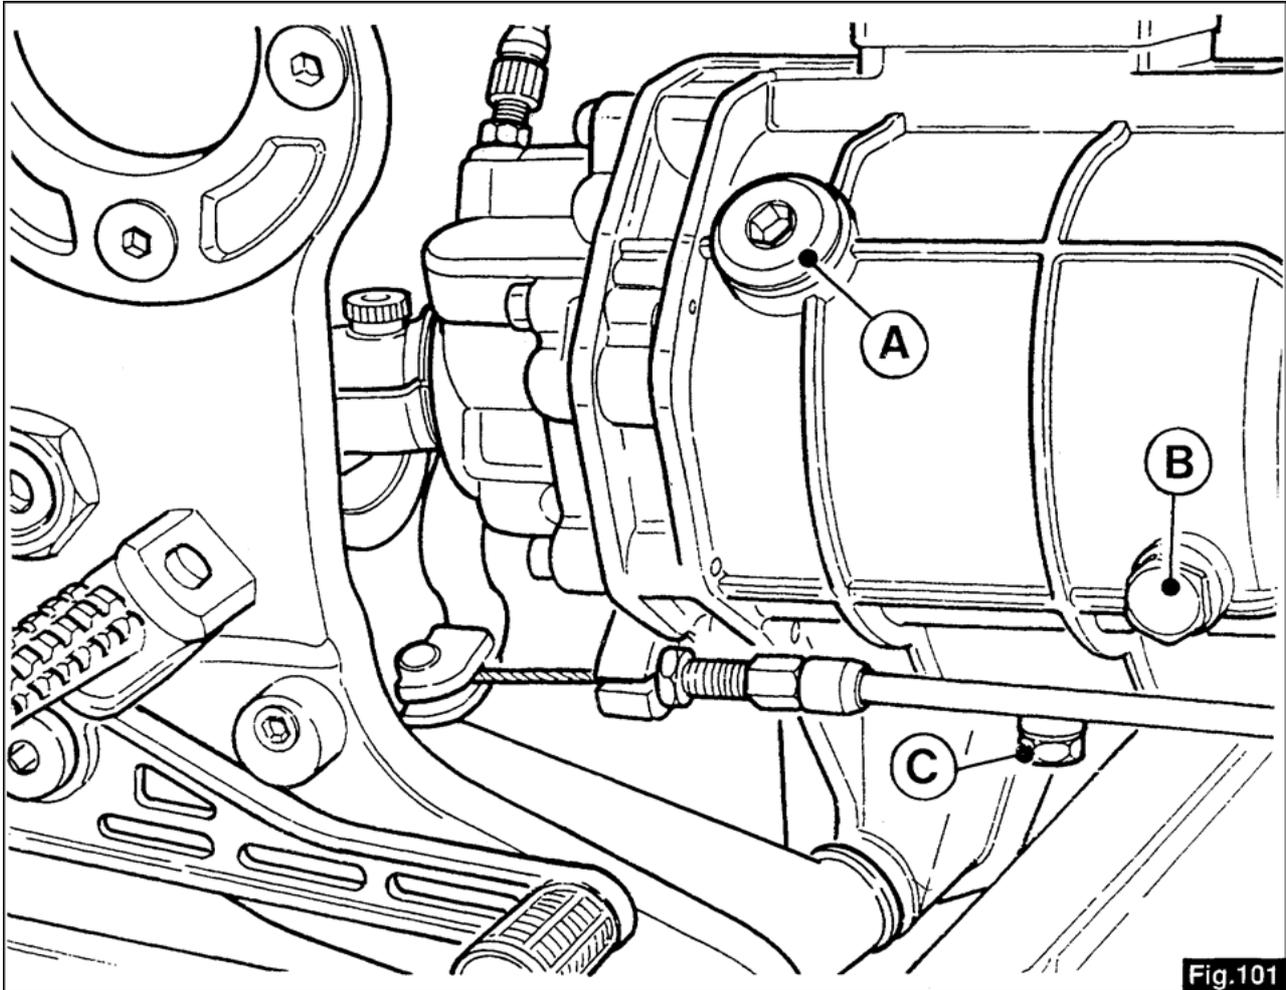

Fig.101
12.1 LUBRIFICATION DE LA BOITE DE VITESSES (fig.101)**Contrôle du niveau d'huile**